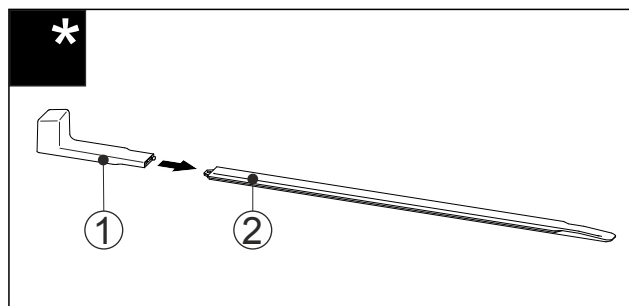

Fig. 63
- Futni dorezën e montimit Fig. 63 (1) në shinën e nivelimit Fig. 63 (2).